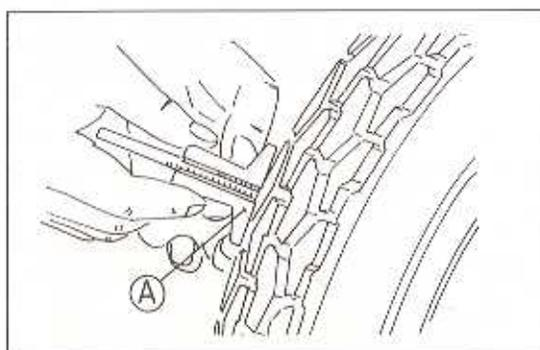

Bild 32
- Die Profiltiefe mittels Profiltiefenmesser feststellen (Bild 32).